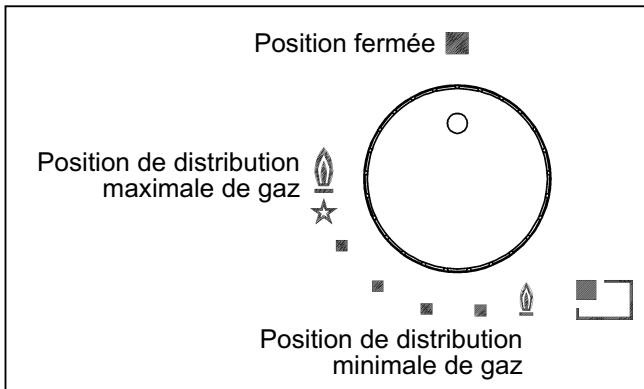

FIG. 1
Enfoncer et tourner dans le sens inverse des aiguilles d'une montre le bouton correspondant au brûleur à utiliser, l'amener sur la position Maximum (grande flamme fig. 1) puis enfoncez le bouton à fond.
Avec les brûleurs dotés d'un thermocouple de sécurité, il faut tourner dans le sens inverse des aiguilles d'une montre le bouton correspondant au brûleur à utiliser, l'amener sur la position Maximum (grande flamme fig. 1) jusqu'à entendre un léger déclic puis enfoncez le bouton et répéter les opérations indiquées précédemment.
- Lorsque l'ébullition a été atteinte, amener le bouton sur la position Minimum (petite flamme fig. 1).
- *on ne peut procéder à l'allumage des brûleurs dotés d'un thermocouple de sécurité que lorsque le bouton est sur la position Maximum (grande flamme fig. 1).*